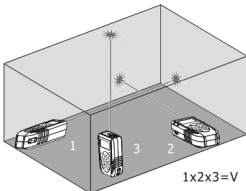

Abb. 8: Beispiel von Volumenmessung
3. Drücken Sie die  Taste oder die **MEAS** Seitentaste zur Durchführung der ersten Messung (Länge) der Oberfläche (siehe Abb. 8). Der entsprechende Wert erscheint auf dem ersten Teildisplay. Das Symbol  erscheint auf dem Display mit blinkender Seite "1"
4. Drücken Sie die  Taste oder die **MEAS** Seitentaste erneut zur Durchführung der zweiten Messung (Breite) der Oberfläche (siehe Abb. 8). Der entsprechende Wert erscheint auf dem zweiten Teildisplay. Der Wert der entsprechenden Oberfläche erscheint im Ergebnisdisplay. Das Symbol  erscheint auf dem Display mit blinkender Seite "2"
5. Drücken Sie die  Taste oder die **MEAS** Seitentaste erneut zur Durchführung der dritten Messung (Höhe) (siehe Abb. 8). Der Gesamtwert des Volumens erscheint im Ergebnisdisplay